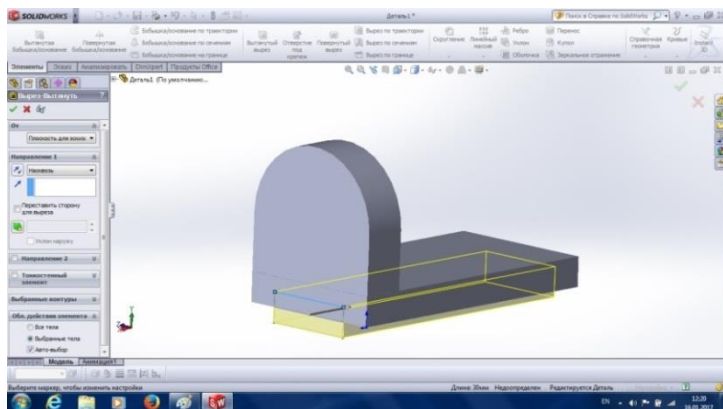
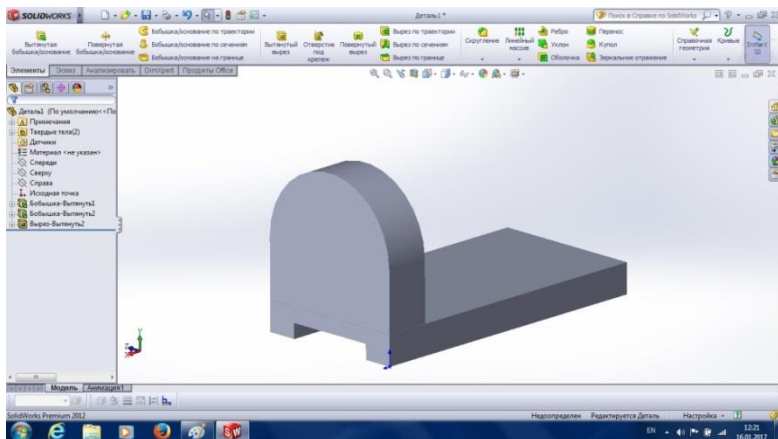

Рис. 3.10
Рис. 3.11
13. Командою **Витягнутий виріз** у **Менеджері властивостей** задаємо **Наскрізь** (рис. 3.10). Після команди **Ок**, отримуємо деталь (рис. 3.11).